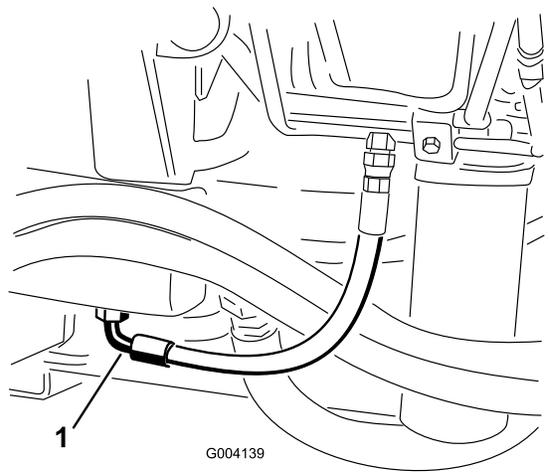

Рисунок 69
2. Установите большой сливной поддон под штуцер, расположенный в нижней части бака с гидравлической жидкостью (Рисунок 69).